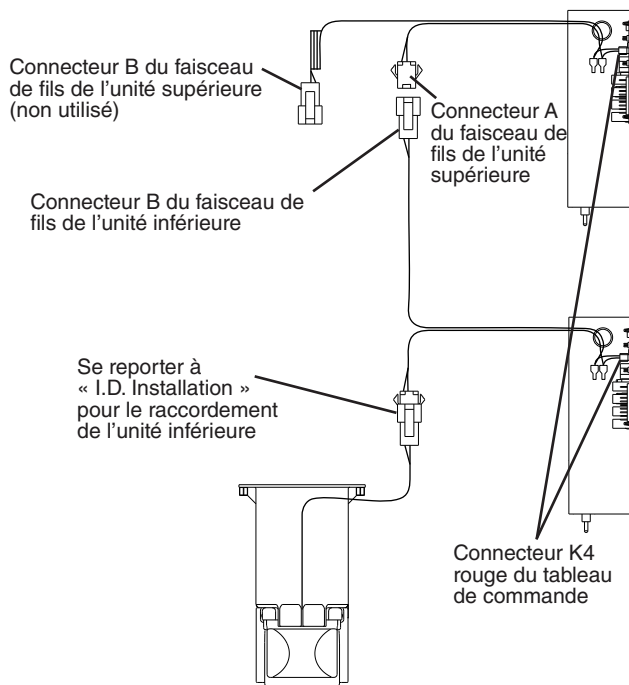

Fig. 6
- 7) Retirer le support du câble de commande de bac depuis l'intérieur de l'unité supérieure. Voir fig. 6. Laisser le sous-ensemble de commande de bac de l'unité supérieure dans sa position d'origine. Il ne sera pas utilisé.